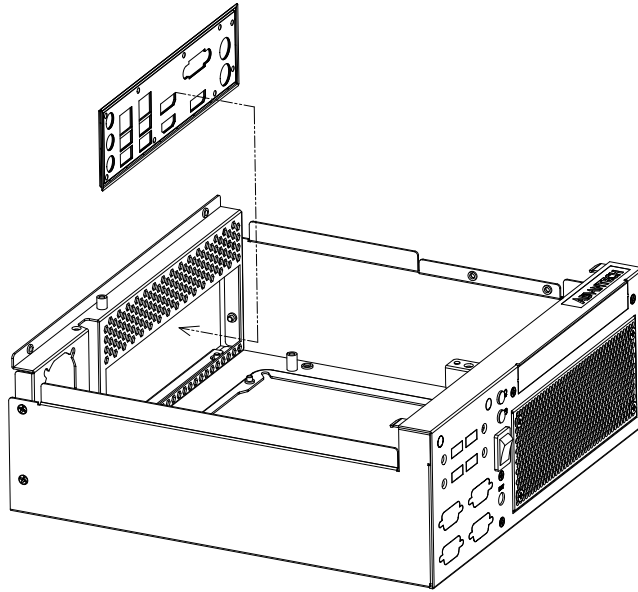

Figure 2.7 Installing IO Shielding / 安裝 IO 屏蔽 / 安裝 IO 擋板
2.4	Installing the I/O Shield / 安装 I/O 挡板 / 安裝 I/O 擋板..... 9 Figure 2.7 Installing IO Shielding/ 安装 IO 屏蔽 / 安裝 IO 擋板 . 9